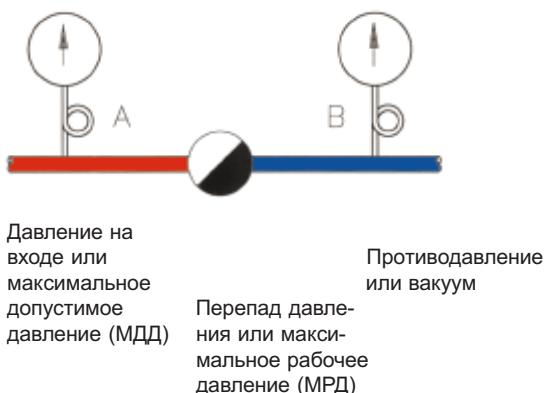

Рис. 14-1
**3. Перепад давления.** Максимальный перепад – это разница между давлением в котле, или главном паропроводе, или выходным давлением после дроссельно-регулирующего клапана и давлением в линии возврата конденсата. См. Рис. 14-1. Конденсатоотводчик должен открываться, преодолевая этот перепад давления.
Например, максимальное входное давление равно 26 бар, а давление в линии возврата равно 11 бар. В результате, перепад давления составляет 15 бар, однако конденсатоотводчик должен быть рассчитан на максимальное давление 26 бар. См. Рис. 14-1.